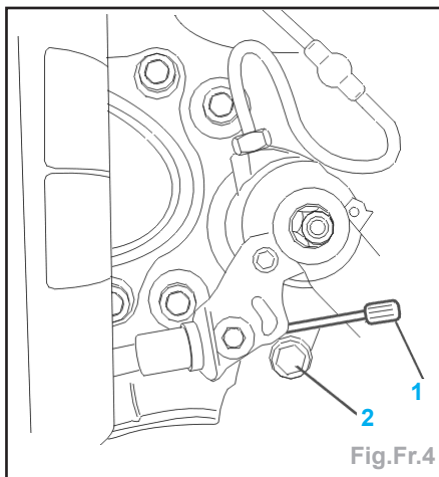
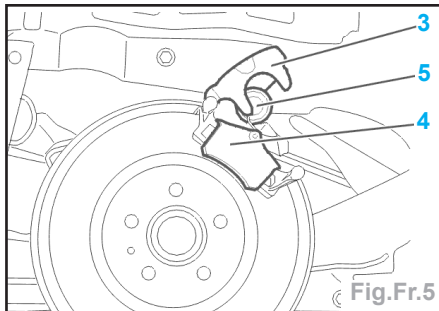

Fig.Fr.4
Fig.Fr.5
- Désaccoupler le câble de frein de stationnement (1) de son logement (Fig.Fr.4).
- Déposer la vis (2).
- Faire basculer l'étrier (3) et déposer les plaquettes de frein (4) (Fig.Fr.5).
- Repousser le piston (5).